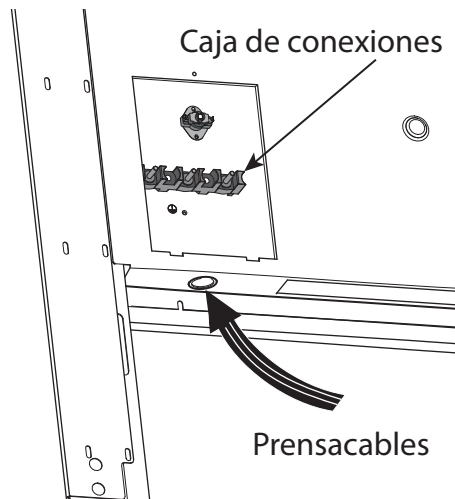

Figura 18: Ubicación del prensacables
1. Localice la caja de conexiones en la parte trasera del aparato y quite la cubierta (consulte la *Figura 18*).
2. Instale el prensacables (no incluido con la estufa) en el orificio de 1 pulg. (6 mm) de diámetro situado en el panel trasero, debajo de la caja de conexiones (vea la *Figura 18*). Pase los cables por el prensacables.